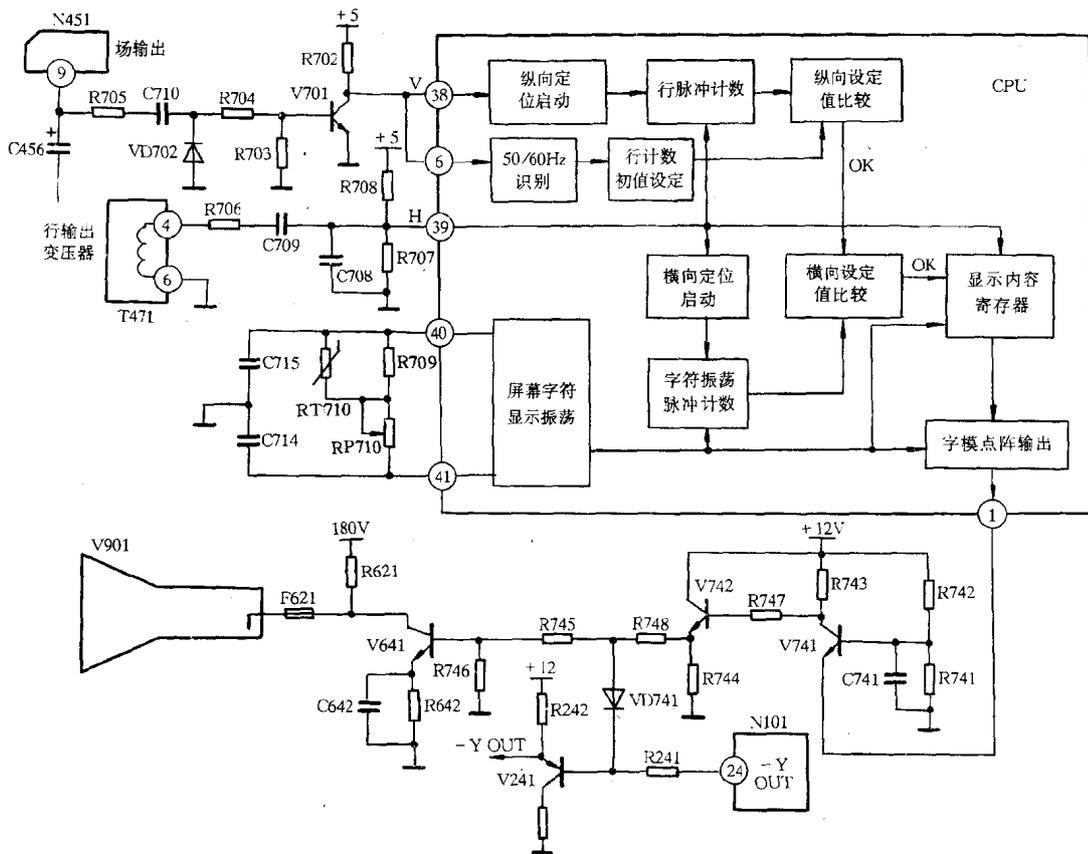
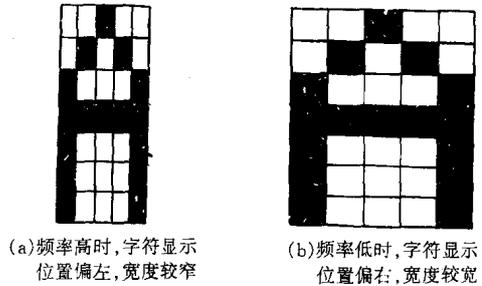

图 1-9 海信 TC2125C 彩色电视机中的字符显示电路简图
图 1-10 字符振荡频率与显示字符的关系
字符显示是直接叠加在图像上的,但是图像内容是随机的。如果不加处理地直接把字符叠加到图像上,就会使得图像内容影响字符的亮度和颜色,甚至由于字符与亮度较强的图像叠加后,出现字符拖尾的现象。解决问题的办法是把显示字符位置的图像内容清除,这个过程称为字符底色消隐或称为“挖底”。对于消隐脉冲大多由单独的端子输出,而海信彩色电视机所采用的 M34300N4-721 却是由字符输出端子输出字符信号经消隐电路处理后得到,如图 1-9 所示。CPUN701 的①脚输出绿字符信号时,V741 的发射极电位升高,使 V742 导通加强,V742 的发射极输出的电位升高。V742 的发射极升高的电位,不但使 V641 导通加强,在屏幕上显示字符,而且通过 VD741 加到亮度信号放大管 V241 的基极上,使 V241 的发射极电位随之升高,相当于字符位置的亮度大大降低,于是屏幕上字符位置不能显示图像内容,V641 正好把字符显示在该位置上。若 V641 这一条电路失效,则经字符底色消隐后,字符位置上仅显示字符的黑色阴影。
参阅如图 1-9 所示电路。CPU IC1 将字符显示指令送到字符发生器 IC3, IC3 内的显示位置计数器开始在行、场同步脉冲触发下开始计数,产生水平/垂直显示位置控制信号控制字符振荡器,在字符显示位置处产生字符振荡时钟脉冲信号,供字符发生器使用。字符脉冲通常由字符振荡器产生,而有的 CPU 为了节省端子,也有字符振荡脉冲与时钟脉冲同由一个振荡器产生。字符振荡脉冲的频率多在 2~6MHz 之间,是行扫描频率的 128~384 倍。字符显示电路就以这个脉冲信号把一行信号分解成 128~384 个点,接收到行逆程信号之后再对字符振荡脉冲计数,就能确定图像扫描的横向位置。
如图 1-9 所示为海信 TC2125C 彩色电视机中的字符显示电路简图。字符显示位置的确定是由 CPU N701 的⑳、㉑、㉒、㉓脚完成的。场输出集成电路 N451 自举脉冲形成端⑨脚输出的场逆程脉冲信号,经 C710 耦合,VD702 钳位,再经 V701 倒相放大,由 N701 确定图像扫描的开始位置。行输出变压器 T471 的④脚感应出的行逆程脉冲电压,经 R706、C709、R707 微分整形,送到 N701 的㉔脚,用于判断图像扫描的纵向位置。㉕、㉖脚的元件和内部电路组成 RC 或 LC 振荡器,产生字符振荡脉冲,确定图像扫描横向位置和提供字模的读出脉冲。调节 RP710 的大小可在一定范围内改变字符振荡电路的振荡频率,其振荡频率的高低对水平位置的影响很大。振荡频率高时,将使得内部计数器过早地达到计数值,从而显示的字符会向左移动,同时由于字符读取速度较高,所以显示的字符比较窄,如图 1-10(a)所示;相反,如果振荡频率低时,将使得内部计数器达到计数值的时间比较晚,从而显示的字符会向右移动,同时由于字符读取速度较低,所以显示的字符比较宽,如图 1-10(b)所示。